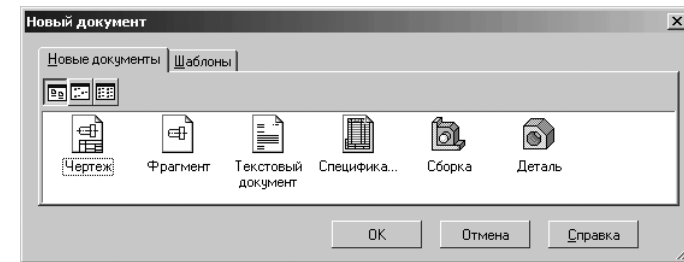

Рис. 1.5. Диалоговое окно **Новый документ** с открытой вкладкой **Новые документы** с представлением документов в виде **Крупных значков**
- щелкните левой кнопкой мыши по пункту **Создать** или нажмите комбинацию клавиш **Ctrl+N**, появится диалоговое окно **Новый документ** (рис. 1.5).
Диалоговое окно **Новый документ** предназначено для выбора нужного вам документа и соответственно режима работ системы. Вид диалогового окна определяется пользователем. Так документы, представляемые в этом диалоговом окне, могут быть изображены в различных видах. В виде **Крупных значков**, **Мелких значков** или **Списка**. Это зависит от нажатой кнопки в диалоговом окне, расположенной в верхнем левом углу. Первой кнопке соответствуют **Крупные значки**, второй – **Мелкие значки**, третьей – **Список**. На рис. 1.5 показано диалоговое окно **Новый документ** с открытой вкладкой **Новые документы** с представлением документов в виде **Крупных значков**.